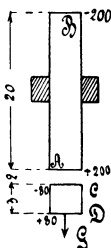

Fig. 32.
Mengen enthalten, ist in vertikaler Lage festgeklemmt. In derselben Vertikalen wird ein Magnet von 3 [4] (5) cm Länge, dessen Enden die magnetischen Mengen ± 80 [100] (200) (c, g, s) besitzen, in einem Abstand von 2 [1,5] (0,8) cm schwebend erhalten. Wie groß ist das Gewicht des unteren Magneten? (Fig. 32.)